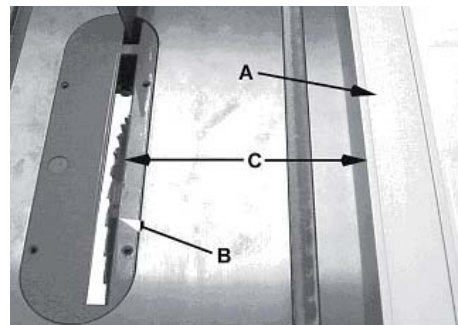

Рис. 29
- Паралельний упор (A, Рис. 29) повинен бути встановлений за шириною розпили (C, Рис. 29), використовуючи шкалу передньої планки або вимірявши відстань між пиляльним диском (B) та упором (A).